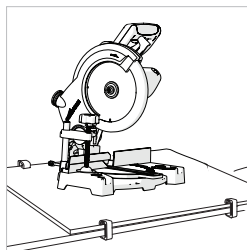

Рис. 2
- Закрепите фанеру или МДФ на рабочей поверхности с помощью струбцин (**рис. 2**).